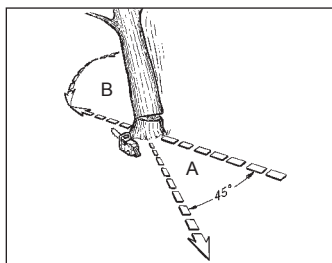

Fig. 11A
ATTENTION : Vous devez prévoir une échappatoire h (A) avant de commencer à abattre un arbre. Cette échappatoire doit se situer en arrière en diagonale par rapport à la ligne de chute, comme illustré en Fig. 11A.
ATTENTION: Lorsque la coupe d'abattage s'approche de l'axe, l'arbre doit commencer à s'incliner. Lorsque l'arbre commence à tomber, retirez la scie de la coupe, coupez le moteur, posez la tronçonneuse et quittez la zone par l'échappatoire prévue. (Fig. 11A)